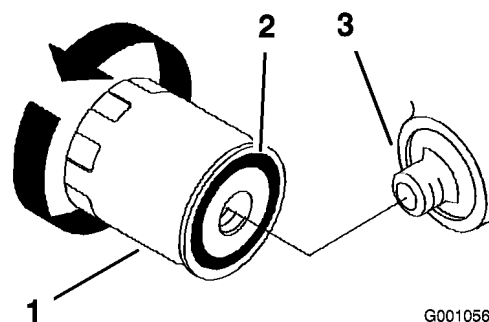

Figure 42
2. Tournez le filtre dans le sens anti-horaire pour le déposer (Figure 42 et Figure 42).